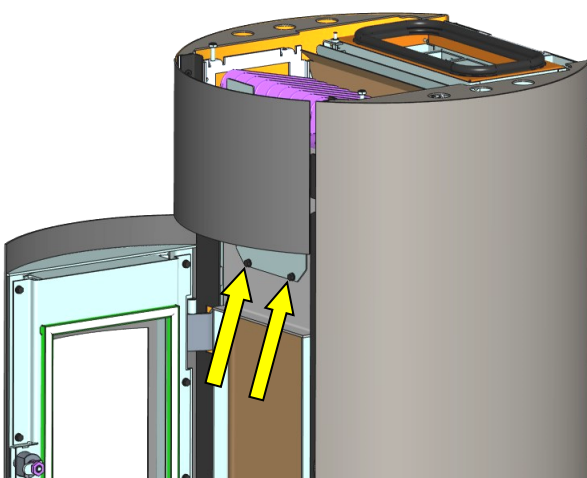

Abb. 9: Demontage Frontblende
2. Die Befestigungsschrauben der oberen Frontblende lösen (Abb. 9) und nach oben entfernen.